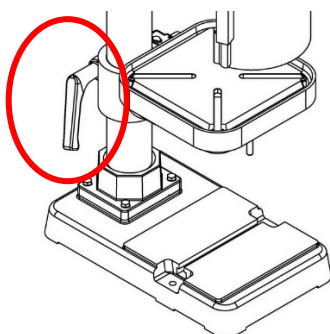

Abbildung 19
(1) Lösen Sie zunächst den Klemmgriff mit der linken Hand (**Abbildung 19**)
(3) Zum Schluss den Klemmgriff festziehen. (**Abbildung 19**)